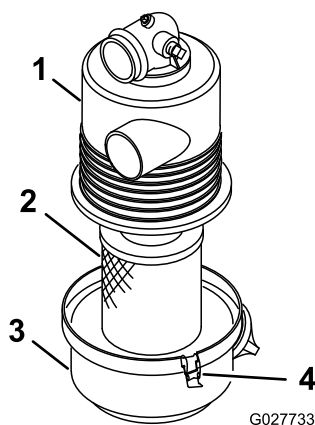

Figure 36
2. Vérifiez si le boîtier du filtre à air présente des dommages susceptibles d'occasionner des fuites d'air. Le couvercle doit être parfaitement ajusté sur le boîtier du filtre à air (Figure 35 et Figure 36).
3. Desserrez les verrous qui fixent le couvercle sur le boîtier du filtre à air (Figure 36).
4. Séparez le couvercle du boîtier du filtre à air et nettoyez l'intérieur du couvercle (Figure 36).
3. Insérez l'élément filtrant dans le boîtier du filtre à air (Figure 36).
4. Alignez le couvercle du filtre à air sur le boîtier du filtre à air (Figure 36).
5. Fixez le couvercle au boîtier avec les verrous (Figure 36).